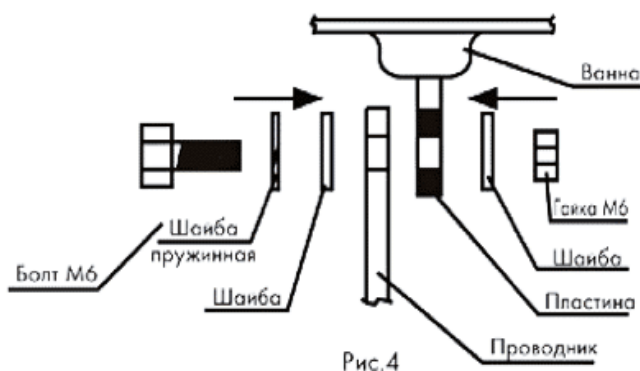

Рис.4
3. Присоединить проводник к пластине или приливу на ванне, используя болт М6, шайбы, шайбу пружинную и гайку М6(см. рис.4)входящие в комплект ванны.